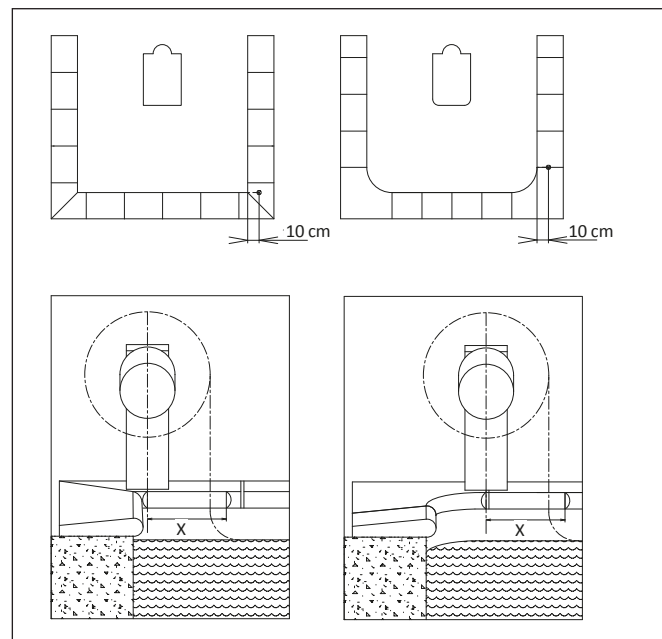
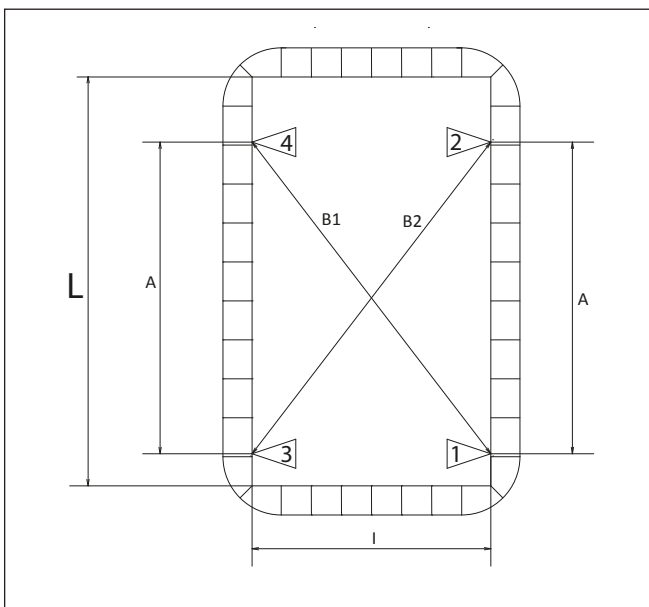

Abb. 2
Abb. 4
1.1.4 Kabelausgang am seitlichen Pfosten/Steher (Abb. 2)
1.3 Rechtwinkligkeitskontrolle (Abb. 4)
Prüfen Sie, ob die Achse und die Pfosten eben sind (Horizontallage und Rechtwinkligkeit) und die Rollröhre richtig zentriert auf der Linie zwischen 1 und 3 (siehe Abb. 2 und Abb. 4) liegt.